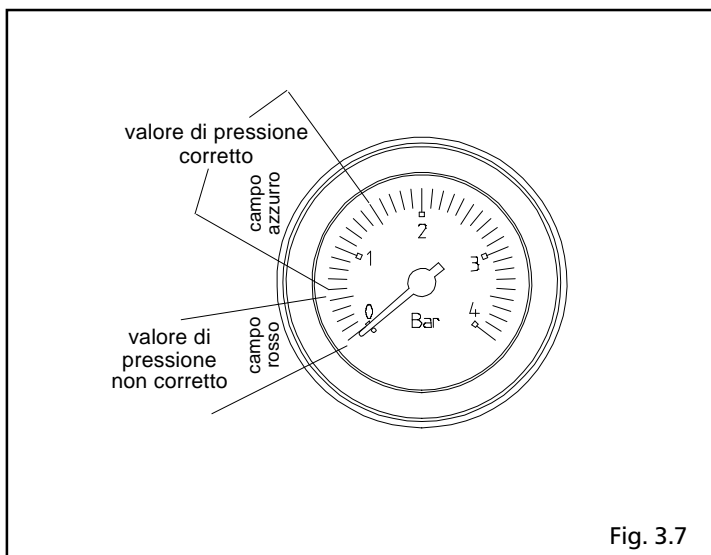

Fig. 3.7
- aprire di due o tre giri il tappo della valvola di sfogo aria automatica (A)
- aprire il rubinetto di riempimento (B) fino a che la pressione indicata dall'idrometro arrivi a circa 1 bar (fig. 3.7).